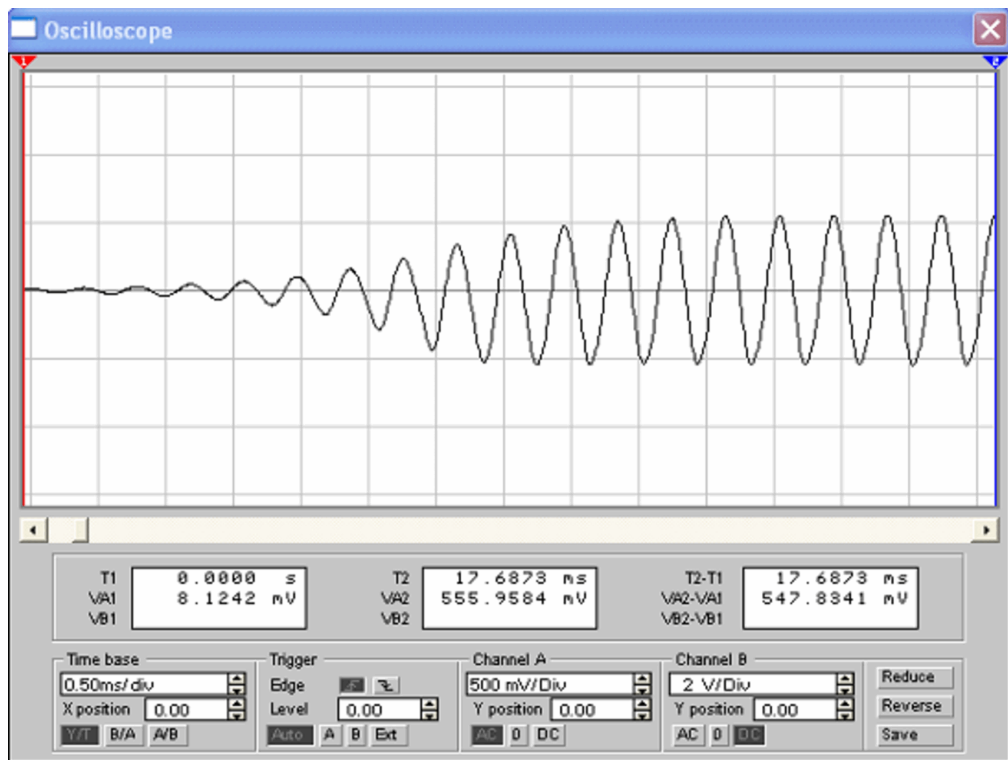

Рисунок 19 – Наблюдение самовозбуждения генератора.
7. На экране можно просмотреть запись осциллограммы, начиная от момента включения схемы (рисунок 19).